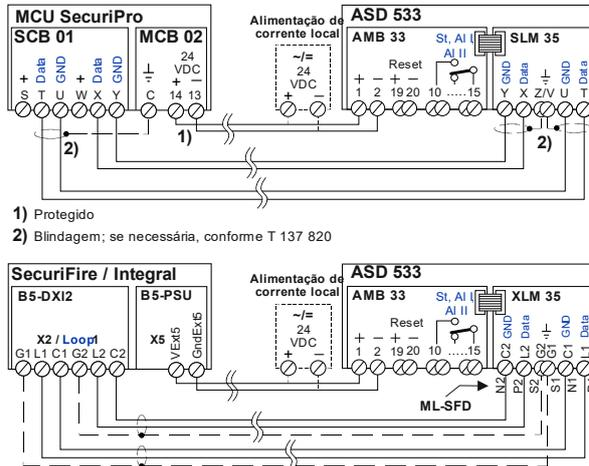

Fig. 38 Ligação a partir do XLM 35 / ML-SFD / SLM 35
- A ligação ou passagem do cabo entre o **SLM 35** e a CDI SecuriPro, SecuriFire ou Integral tem de respeitar o esquema da **Fig. 38** (X em X, Y em Y ou X em L2, Y em C2, etc.).
- A ligação ou passagem do cabo entre o **XLM 35 / ML-SFD** e a CDI SecuriFire ou Integral tem de respeitar o esquema da **Fig. 38** (L1 em L1, C1 em C1, etc.).